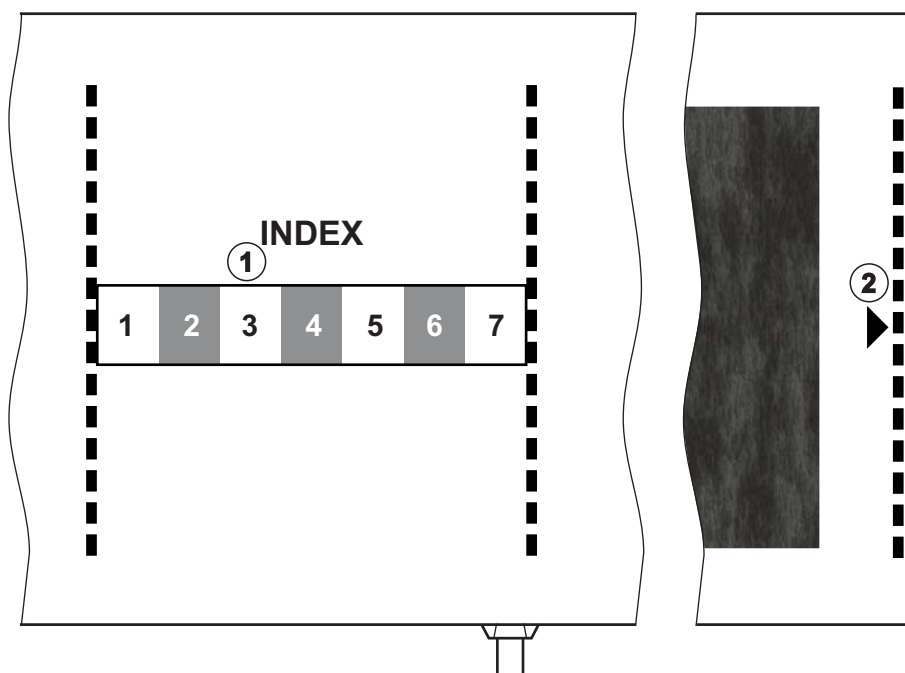

Bild 11-4 Markering för korrekt manschettstorlek
Manschettstorleken är rätt för patientens överarmsomkrets om den prickade linjen märkt med en pil (vid kanten av manschetten, se Bild 11-4, ② ) sitter i det område som är märkt med "INDEX" ( ① ) när manschetten tas på.